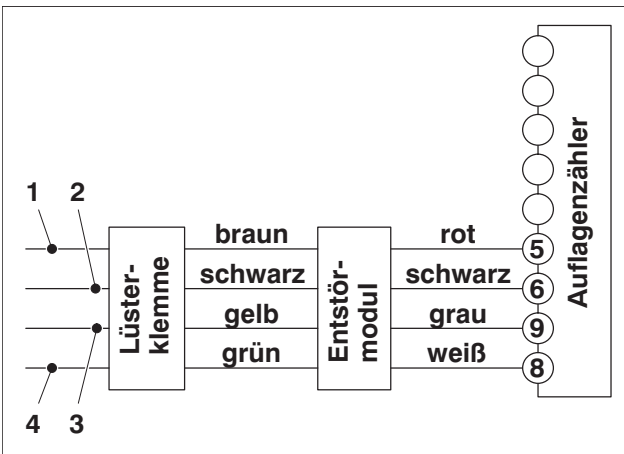
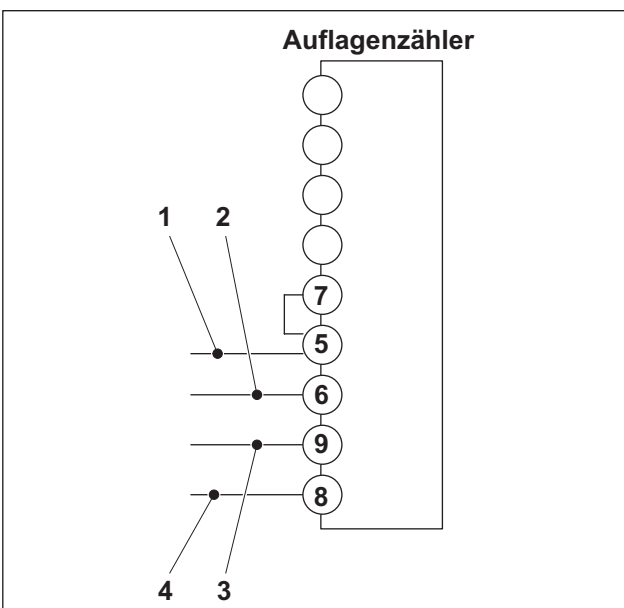

Abb. 35 Vorhandener Zustand: Lüsterklemme, Entstörmodul und Auflagenzähler
Abb. 36 Neuer Zustand des Auflagenzählers
- Beschriften Sie die Leitung (Abb. 35/1), die durch die Lüsterklemme (Abb. 33/1, 35) durch eine braune Leitung weitergeführt wird, mit der Ziffer 5.
- Beschriften Sie die Leitung (Abb. 35/2), die durch die Lüsterklemme (Abb. 33/1, 35) durch eine schwarze Leitung weitergeführt wird, mit der Ziffer 6.
- Beschriften Sie die Leitung (Abb. 35/3), die durch die Lüsterklemme (Abb. 33/1, 35) durch eine gelbe Leitung weitergeführt wird, mit der Ziffer 9.
- Beschriften Sie die Leitung (Abb. 35/4), die durch die Lüsterklemme (Abb. 33/1, 35) durch eine grüne Leitung weitergeführt wird, mit der Ziffer 8.
- Klemmen Sie die Leitung (Abb. 35/1), die mit der Ziffer 5 gekennzeichnet wurde, an der Lüsterklemme (Abb. 33/1, 35) ab und schließen Sie diese Leitung (Abb. 36/1) an der Klemmleiste Pin 5 (Abb. 36/5) des neuen Auflagenzählers an.
- Klemmen Sie die Leitung (Abb. 35/2), die mit der Ziffer 6 gekennzeichnet wurde, an der Lüsterklemme (Abb. 33/1, 35) ab und schließen Sie diese Leitung (Abb. 36/2) an der Klemmleiste Pin 6 (Abb. 36/6) des neuen Auflagenzählers an.
- Klemmen Sie die Leitung (Abb. 35/3), die mit der Ziffer 9 gekennzeichnet wurde, an der Lüsterklemme (Abb. 33/1, 35) ab und schließen Sie diese Leitung (Abb. 36/3) an der Klemmleiste Pin 9 (Abb. 36/9) des neuen Auflagenzählers an.
- Klemmen Sie die Leitung (Abb. 35/4), die mit der Ziffer 8 gekennzeichnet wurde, an der Lüsterklemme (Abb. 33/1, 35) ab und schließen Sie diese Leitung (Abb. 36/4) an der Klemmleiste Pin 8 (Abb. 36/8) des neuen Auflagenzählers an.
12. Stellen Sie am neuen Auflagenzähler mit einem entsprechend langen Stück Einzelader blau eine Drahtbrücke zwischen der Klemmleiste Pin 5 (Abb. 36/5) und der Klemmleiste Pin 7 (Abb. 36/7) her.